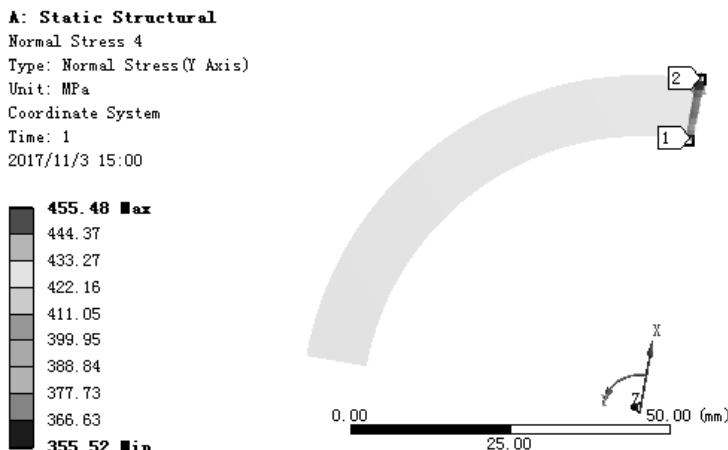
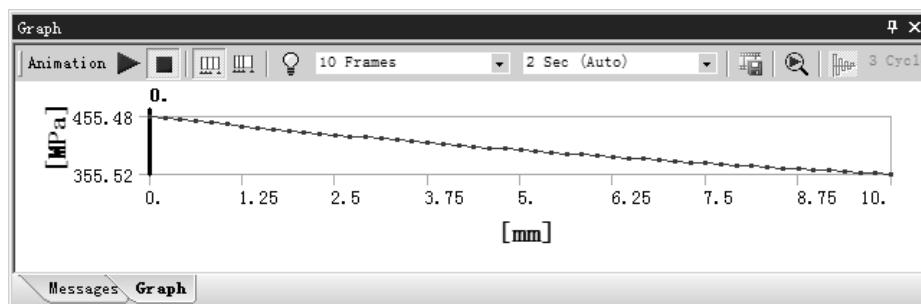

图 7.5.41 切向应力 (路径 Path) 结果图解
图 7.5.42 切向应力 (路径 Path) 图表
(6) 查看沿路径 Path 切向应力结果图解。在“Outline”窗口中选中 Normal Stress 4，查看图 7.5.41 所示的切向应力(路径 Path)结果，其最小应力为 355.52 MPa，最大应力为 455.48MPa；在“Graph”窗口中显示图 7.5.42 所示的路径图变化情况。